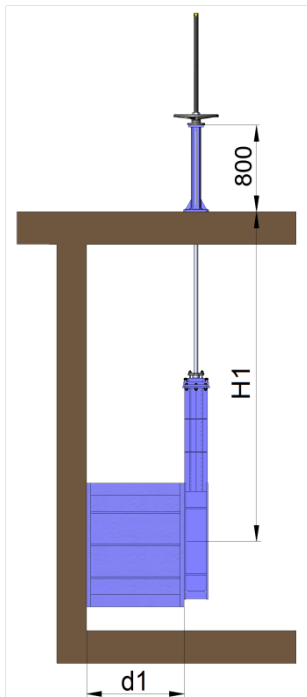

Abb. 12
- Die Standardflursäule ist 800 mm hoch (Abb. 12). Weitere Längen sind auf Anfrage erhältlich.